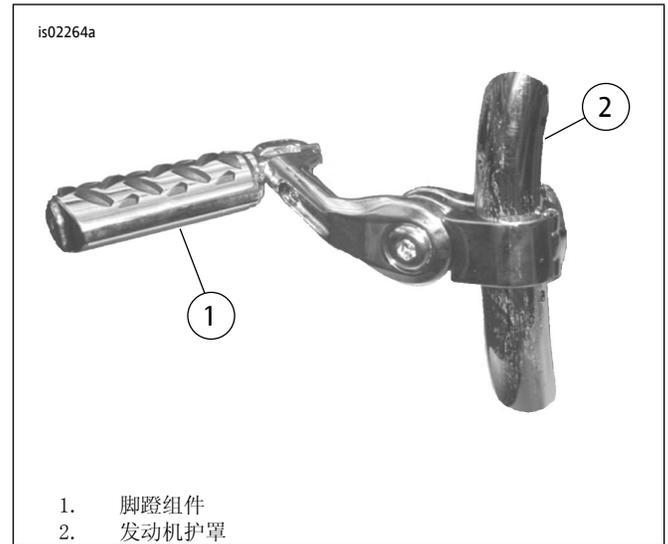

图1。将脚蹬组件安装至发动机护罩
4. 参见图1。定位弯臂，使脚蹬可向上和向摩托车后方旋转。此时切勿完全拧紧。